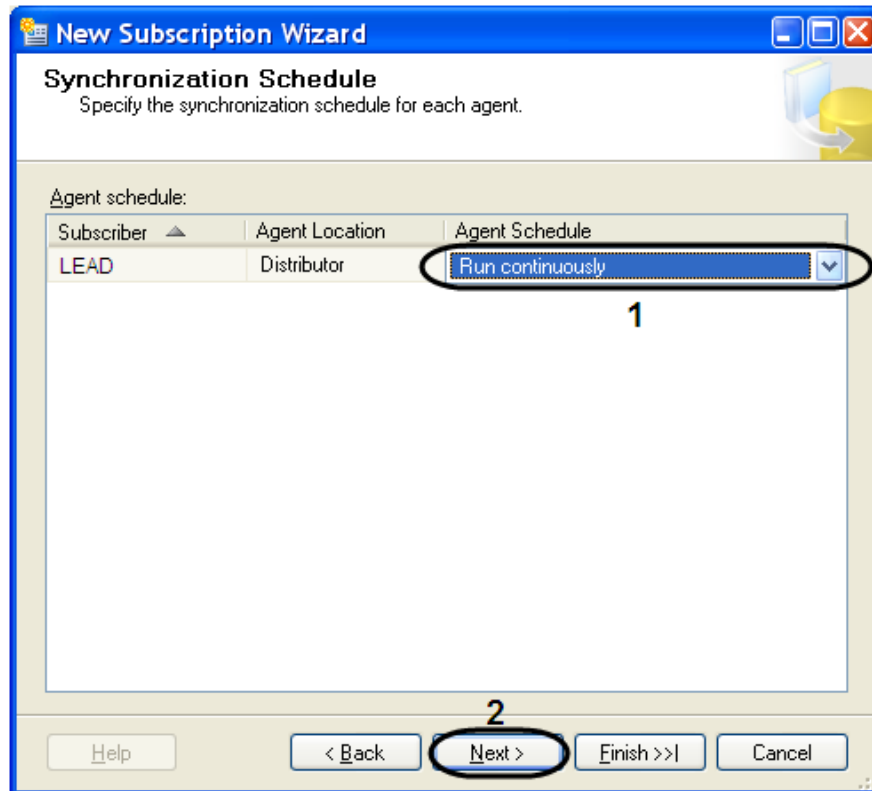

Fig. 9.3—18 Setting up the schedule of distributor agent
17. Click «Next» to continue (Fig. 9.3—18, 2).